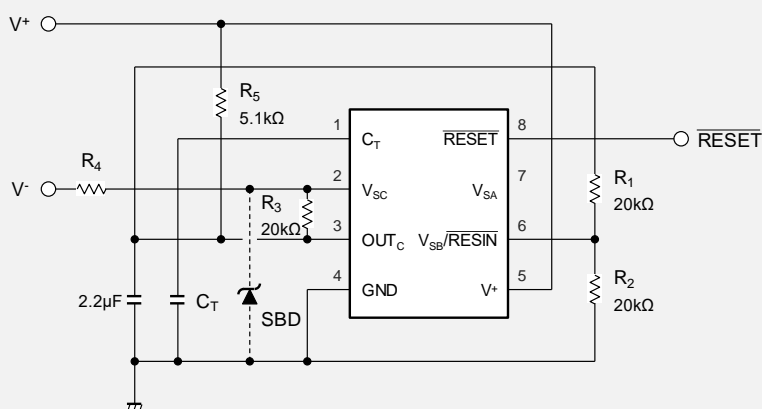

Fig. 10 正負2電源電圧監視($V^+ = 5V$ 、 $V^- = \text{負電源}$)
- 負電源 V^- の検出電圧は次式より求められます。Fig. 10 の抵抗値で $R_4=91k\Omega$ の場合、検出電圧(V^- 立下がり)は約 -4.3V、検出電圧(V^- 立上がり)は約 -4.4V です。